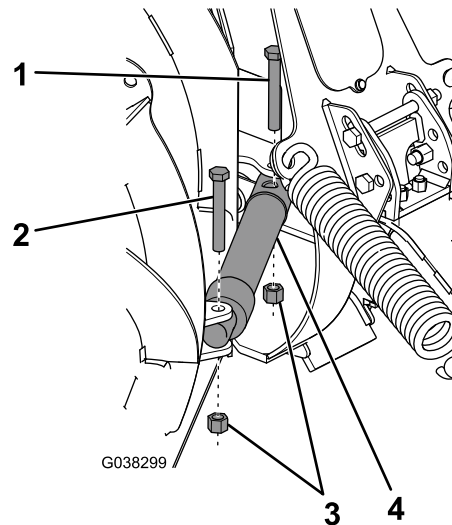

Bild 3
4. Befestigen Sie das Gehäuseende des Winkelzylinders mit zwei Sechskantschrauben (3 1/2") und oberen Sicherungsmuttern am Schubrahmen (Bild 3).
5. Befestigen Sie das Stangenende des Winkelzylinders mit zwei Sechskantschrauben (3") und zwei oberen Sicherungsmuttern an den Schildern (Bild 3).